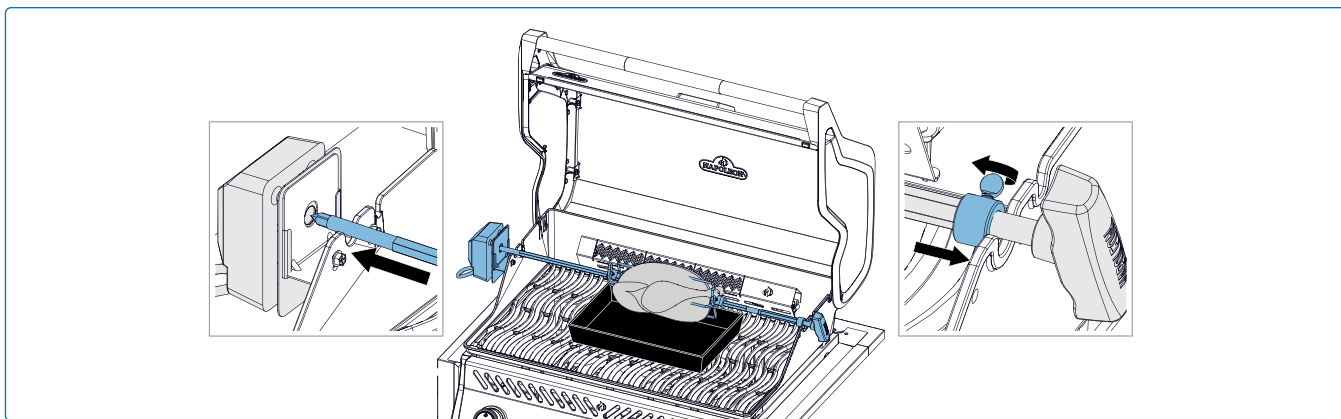

Fig. 5
4. Inserire con attenzione l'estremità appuntita dell'asta dello spiedo nel motore del girarrosto e posizionare l'estremità opposta sui supporti. Il lato più pesante della carne penderà naturalmente verso il basso per bilanciare il carico **(Fig. 5)**.
5. Far scorrere la boccola di arresto sull'asta dello spiedo fino a superare l'interno del coperchio. Questo bloccherà il movimento laterale dell'asta girarrosto **(Fig. 5)**.
6. Stringere la boccola di arresto e la maniglia dello spiedo. Posizionare una teglia di metallo sotto la carne per raccogliere i succhi **(Fig. 5)**.